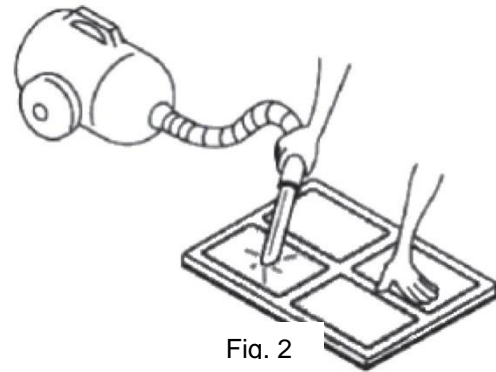

Fig. 2
- Je kunt het luchtfilter het beste voorzichtig schoonmaken onder lauw water of met een stofzuiger op een lage stand (zuigkracht). (Zie Fig. 2)